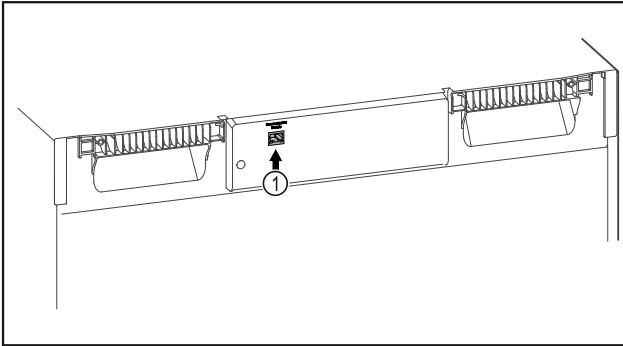

Fig. 95
- SmartModule Fig. 95 (1) er installert.